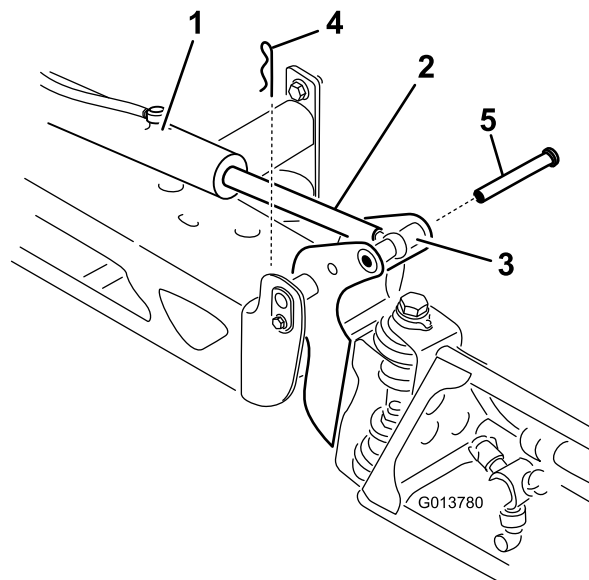

Figura 69
2. Îndepărtați tiftul în formă de agrafă de la tiftul cu cap și gaură pentru cui spintecat (Figura 69).
3. Ridicați seciunea, îndepărtați tiftul cu cap și gaură pentru cui spintecat și coborâți încet seciunea la sol (Figura 69).
7. În timp ce susțineți seciunea de pulverizare, introduceți tiftul cu cap și gaură pentru cui spintecat prin pivotul braului și tija dispozitivului de acționare (Figura 69).